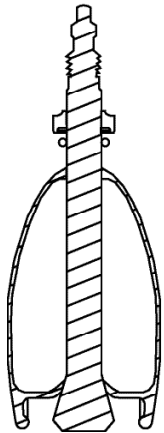

Fig. 1 - A
- Retirez le contre-écrou (Fig. 1 - A) vissé sur le filetage extérieur de la valve.
- Revissez le contre-écrou précédemment retiré (fig. 1 - A) sur la valve, de manière à ce que la valve soit maintenue en place sur la jante.